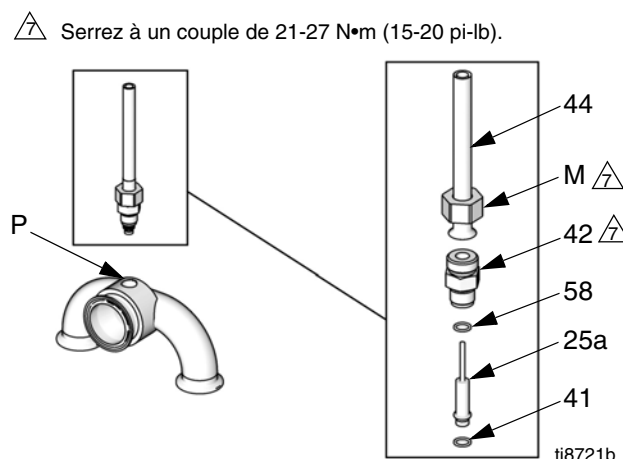

FIG. 10. Capteur de pression
11. Consultez la FIG. 10. Desserrez l'écrou (M) sur la conduite du capteur (44) et dévissez l'adaptateur (42) de l'orifice du capteur (P). Retirez le capteur (25a) de l'orifice.
13. Consultez la FIG. 10. Installez un joint torique noir (41) neuf et une entretoise en laiton (58) neuve sur le capteur (25a).
16. Consultez la FIG. 10. Insérez le capteur dans son orifice (P). Serrez l'adaptateur (42) en premier puis l'écrou (M) à un couple de 21-27 N•m (15-20 pi-lb).